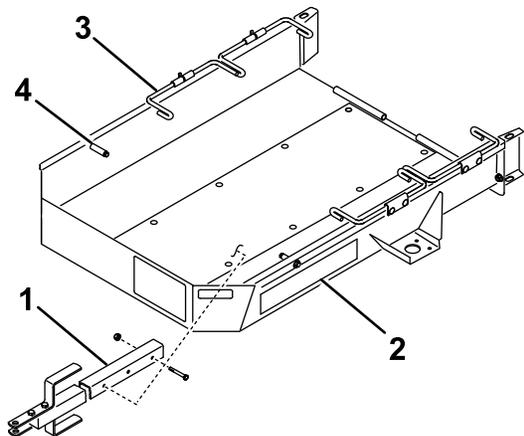

図 1
1. トレーラベッドの下側にある取り付けブラケットに、トングアセンブリを取り付けるボルト3/8 x 2-3/4" 2本、ロックナット 2個を使用する 図 1。
4. スロットルを低速にセットし、**ゆっくりとした速度**で、モアをトレーラに上げ、ホイールがトレーラのストップに当たるまで前進させる 図 1。
6. 第二組目のホイールロッドを下向きにする 図 1。